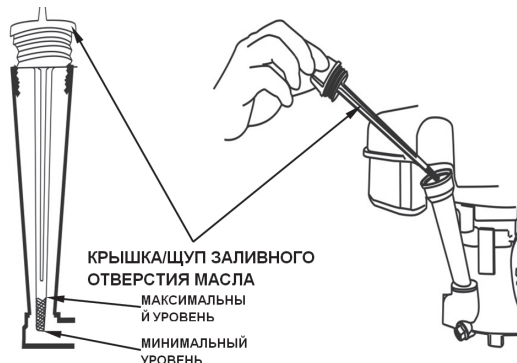

Рис.6
2. Снимите крышку/щуп маслозаливного отверстия Рис.6